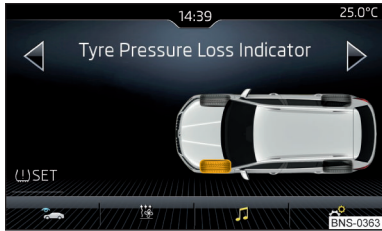

Abb. 320
- › Die Funktionsfläche SET antippen » Abb. 320.
Bei aufleuchtender Kontrollleuchte im Kombi-Instrument kann im Infotainment der betroffene Reifen angezeigt werden » Abb. 320.